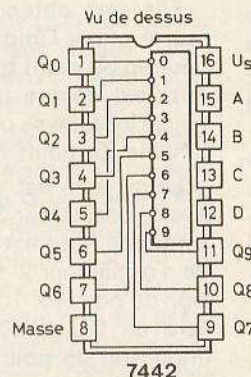

Fig. 10
A la figure 10 on donne le schéma du décodeur 7442 de la série TTL fonctionnant sous 5 V (broche 16 (+) et 8 (-). Le décodeur 7442 possède quatre entrées A, B, C, D (points respectifs 15, 14, 13, 12) et dix sorties (0) (1)... (9) aux points 1 et 9, 10, 11.